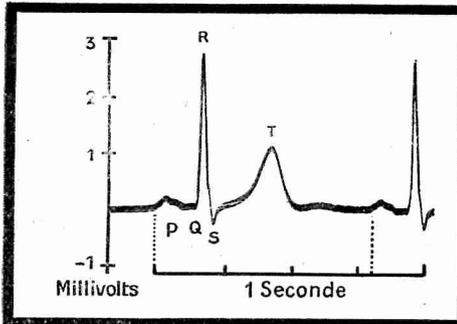

Fig. 1. — Cardiogramme (onde complexe).
En électro-cardiographie, les tensions recueillies par les électrodes (2) sont de l'ordre de 1 millivoit (il faut pouvoir amplifier des tensions comprises entre 0,1 et 3 mV). Les tensions à la sortie devant être de l'ordre de 10 à 100 V, on utilise des amplificateurs ayant un gain de 10 000 à 50 000. La fréquence du cœur est comprise entre 0,7 et 1,3 p.s, mais la forme d'onde à enregistrer étant assez complexe (fig. 1) on admet généralement qu'il faut pouvoir amplifier sans distorsion la bande de fréquences de 0,7 à 30 p.s.